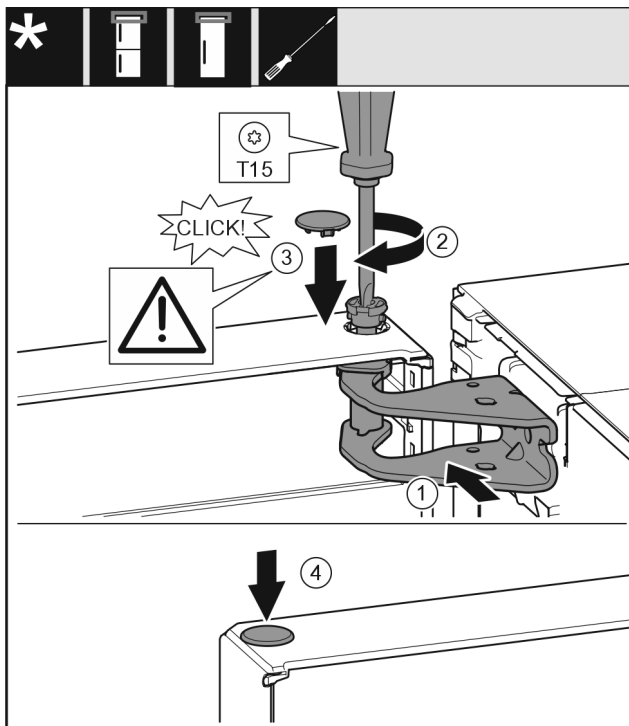

Fig. 17
- ▶ Orienter la porte en haut pour l'ouverture dans le support de palier. Fig. 17 (1)
- ▶ Poser le boulon et le visser avec un tournevis T15. Fig. 17 (2)
- ▶ Monter le cache de sécurité pour sécuriser la porte : Mettre en place le cache de sécurité et vérifier qu'il repose sur la porte. Sinon, enfoncer à fond le boulon. Fig. 17 (3)
- ▶ Mettre le bouchon en place. Fig. 17 (4)